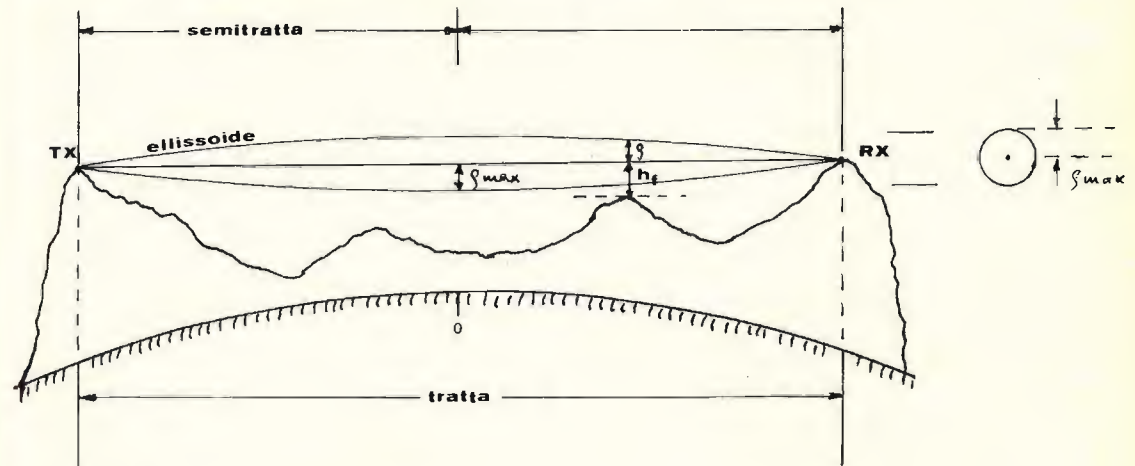
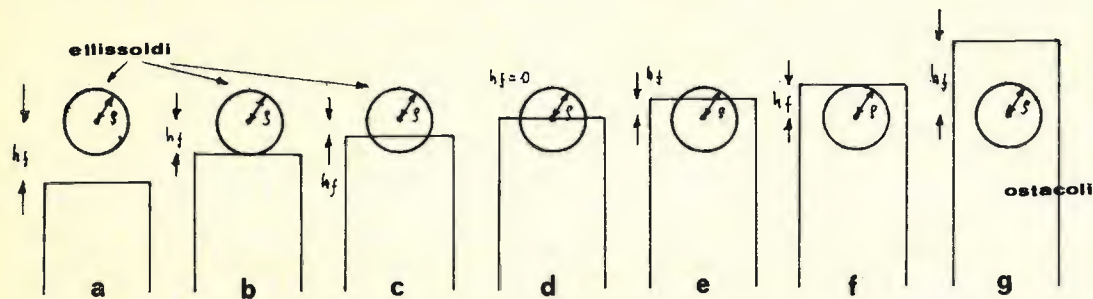
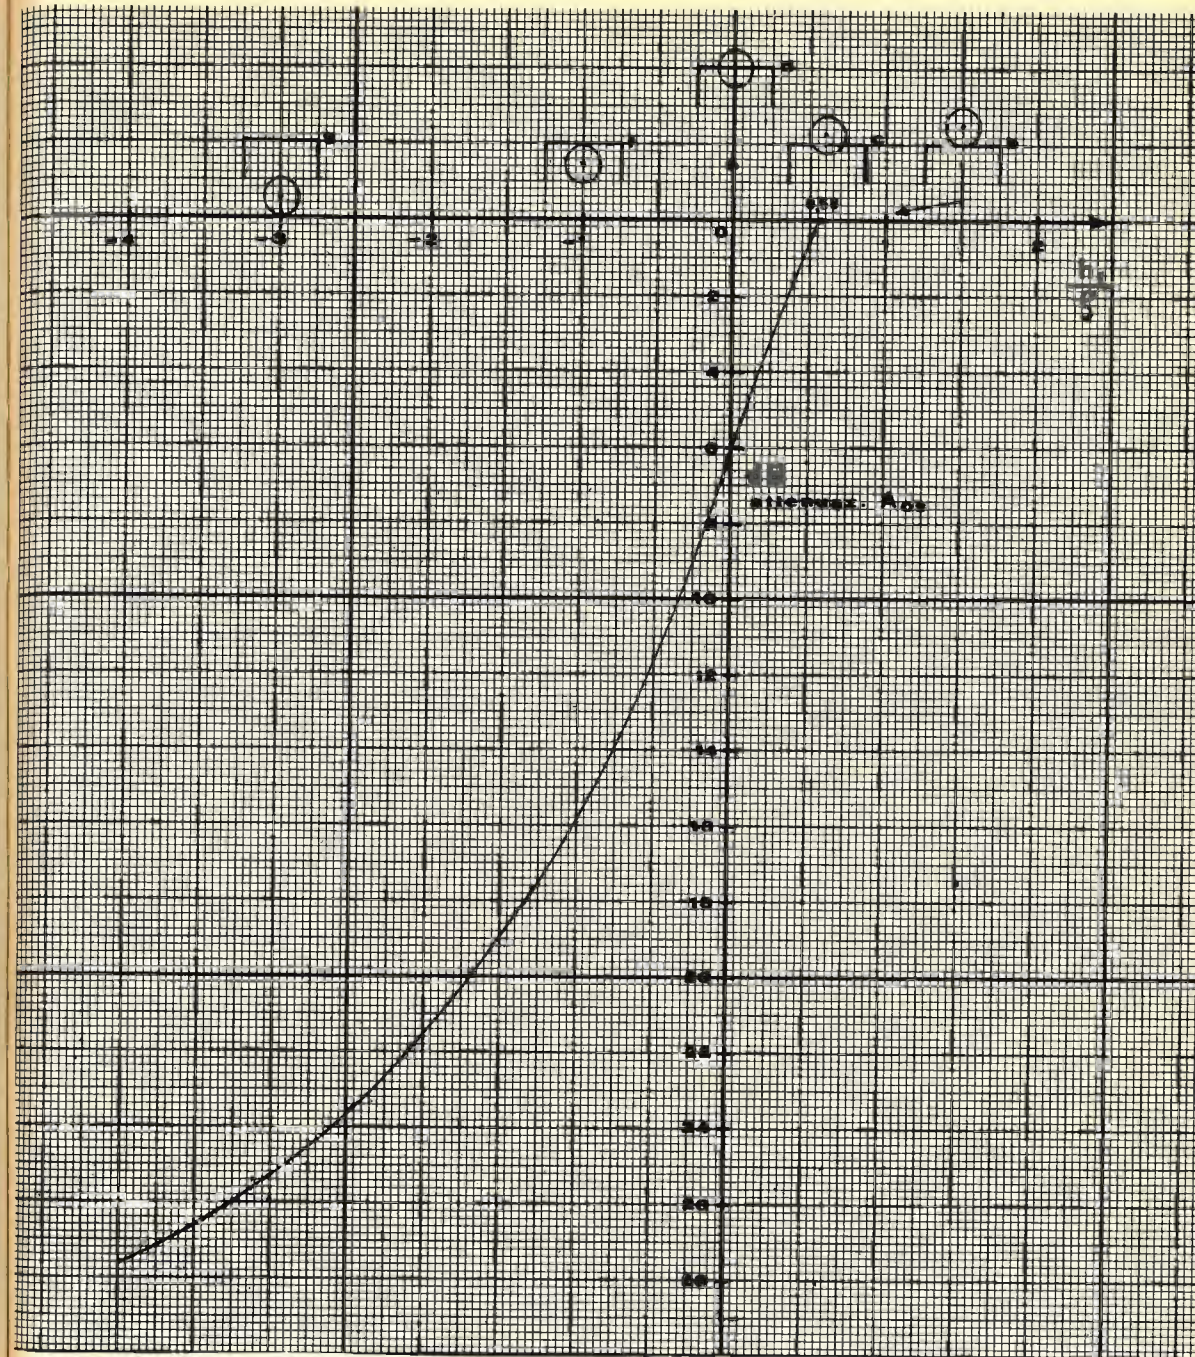

figura 15
figura 16
figura 17
Questo solido prende nome di 1° ellissoide di Fresnel. In teoria si tratterebbe infatti proprio di un vero ellissoide con i rispettivi fuochi in TX e RX. Per tutti gli scopi pratici è però sufficiente considerarlo fusiforme come in figura 15. Per la relativa determinazione geometrica, e quindi per la relativa tracciatura sul profilo di tratta, si potrà facilmente procedere in base ai grafici di cui alle figure 18 e 19 che vedremo successivamente.
Vediamo ora in figura 16 le situazioni che nella pratica effettiva si possono presentare. Immaginiamo di porci fisicamente dove si trova l'antenna ricevente della figura 15 e di guardare verso il TX. In questo caso si rileva che non vi sono ostacoli interposti per cui la visibilità « radioelettrica » è assicurata. Se però l'ostacolo dovesse invadere l'el-
lissoidi, a seconda delle caratteristiche di questa interferenza (eventualmente variabile in conformità delle variabili condizioni della troposfera e quindi dell'indice troposferico « K »), possono verificarsi diverse situazioni che riportiamo schematicamente appunto in figura 16. Il grafico di figura 17 fornirà poi il valore dell'attenuazione da computare nei singoli casi, sotto la voce « attenuazione da ostacolo » (A_{os}).
- e - il franco sull'ostacolo diventa negativo, cioè $h_f < 0$ l'attenuazione aumenta vedere figura 17.
Si tratta di casi di interazione tra ostacolo ed ellissoide rappresentati qualitativamente in figura 16. Il grafico si riferisce all' A_{os} prevista teoricamente su spigolo vivo; il caso pratico si discosta solitamente da questa condizione e l'attenuazione aumenta.
Il grafico di figura 17 ci consente di calcolare l'attenuazione da ostacolo (A_{os}) in dB in funzione del rapporto
il cui significato è ben visibile negli esempi di figura 16.
5) determinare ora in funzione di h_t/ρ l'entità della attenuazione da ostacolo (A_{os}) direttamente in dB, mediante la figura 17;